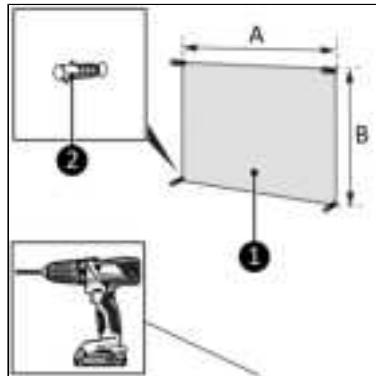

Abbildung 29.
4. Platzieren Sie die mitgelieferte Montagezeichnung (Abbildung 29, Pos. 1) an der Wand und markieren Sie die vier Löcher.